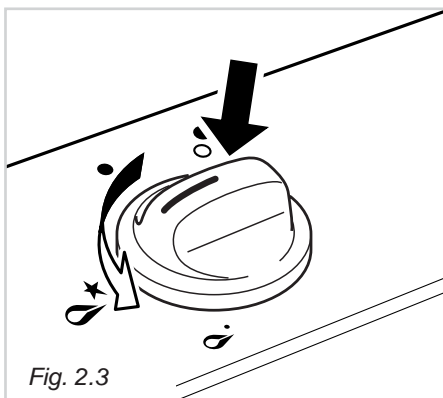

Fig. 2.3
- 1 - Faire tourner la manette du robinet dans le sens contraire (fig. 2.3) des aiguilles d'une montre, pour arriver sur la position correspondant au débit maximum. Appuyer sur la manette et la maintenir appuyée. Voir instructions spécifiques au chapitre: ALLUMAGE DES BRULEURS.